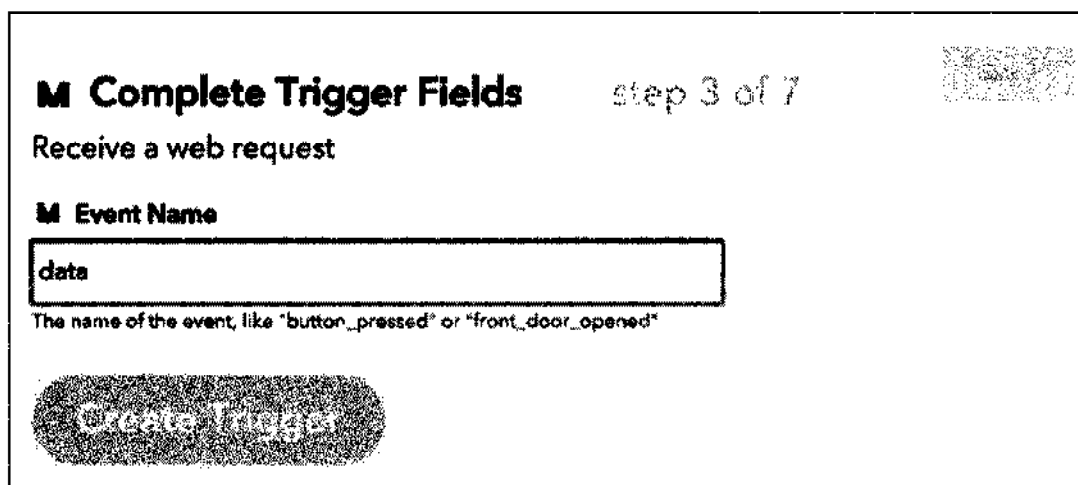

Рис. 7.16. Имя события для активации отправки сообщения SMS
2. Создадим новое правило. В этот раз в качестве имени события используйте слово data (рис. 7.16).